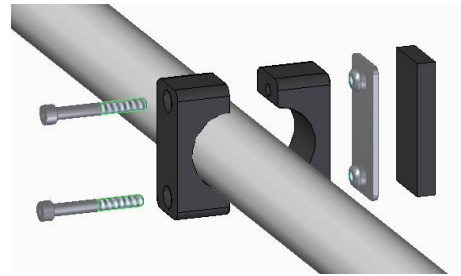

Abbildung 3
Zum Schutz vor Kollision zwischen Tür und Fahrradträger kann ein zusätzlicher Anschlag (10) am fahrzeug-näheren Querrohr mit zwei Zylinderschrauben M6x50 montiert werden (Abb. 3).